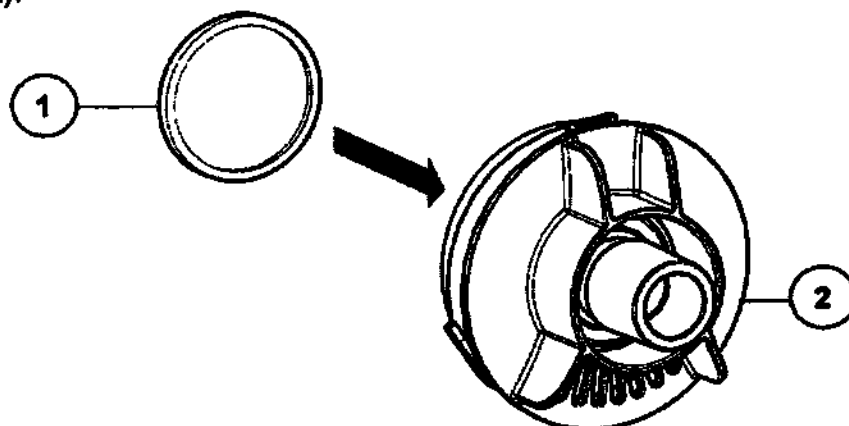

Рисунок 3.5 – Сборка патрубка вдоха
- 1 Установите уплотнитель прижимной (рисунок 3.5, поз. 1) на патрубок в сборе (рисунок 3.5, поз. 2).
- 2 Для проведения дезинфекции/стерилизации отсоедините уплотнитель прижимной от патрубка в сборе (см. рисунок 3.5).